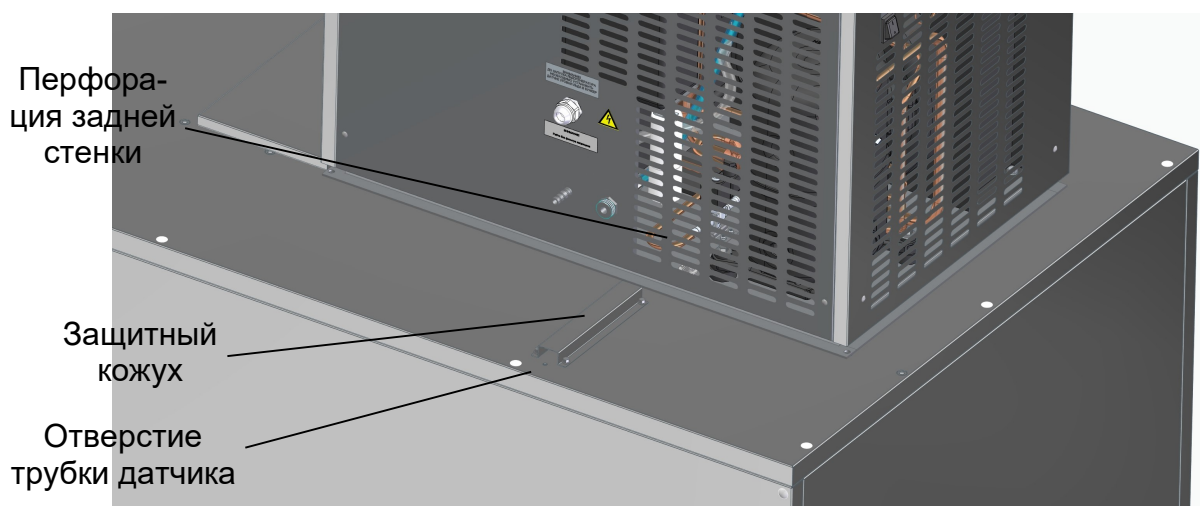

Рис. 6 Элементы монтажа датчика
- пропустить баллончик терморегулятора через защитный кожух и опустить его в трубку бункера, не допуская изломов капиллярной трубки (см. рис. 6);